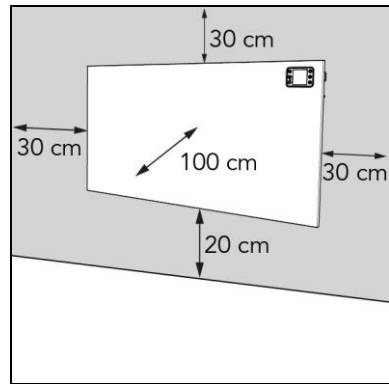

Abbildung 11
2. Platzieren Sie das Gerät mit einem Mindestabstand (Abbildung 11) von: